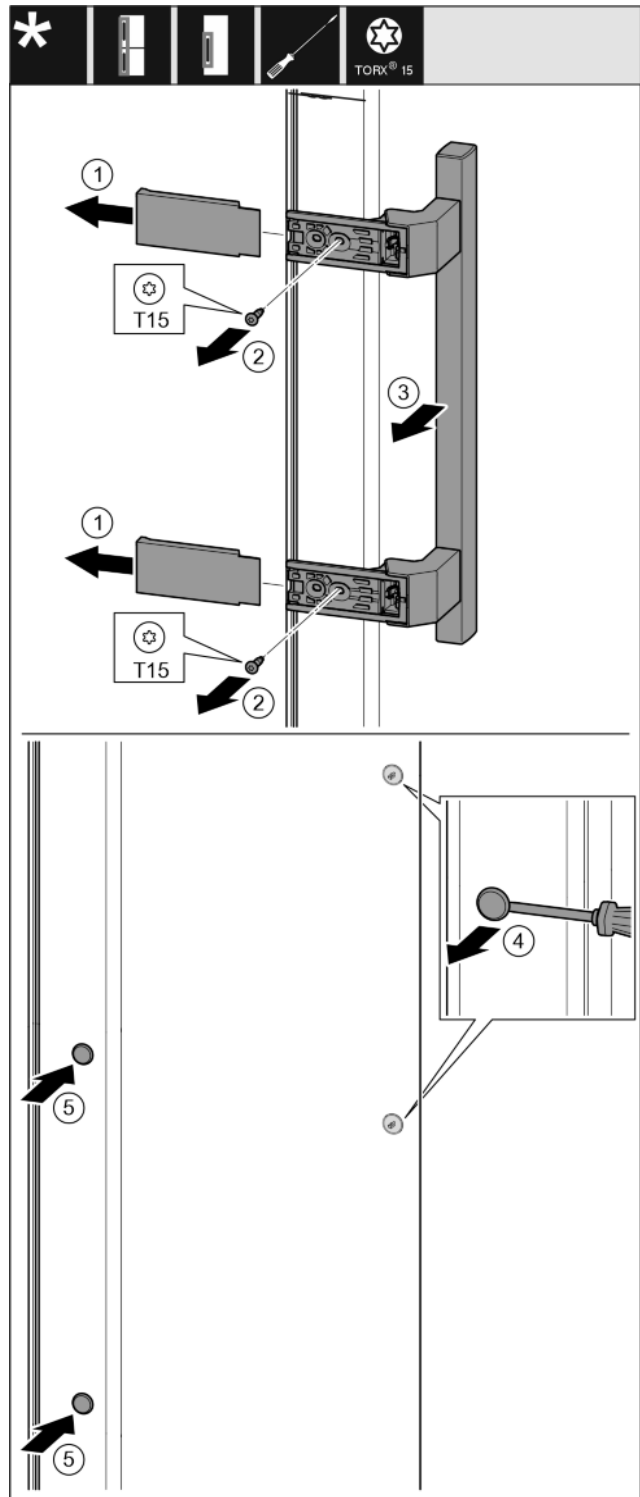

Fig. 30
- ▶ Desprindeți apărătoarea. Fig. 30 (1)
- ▶ Extrageți prin rotire șuruburile cu șurubelnița T15. Fig. 30 (2)
- ▶ Detașați mânerul. Fig. 30 (3)
- ▶ Ridicați cu precauție dopul lateral cu o șurubelniță plată și extrageți-l. Fig. 30 (4)
- ▶ Introduceți dopul pe partea opusă. Fig. 30 (5)